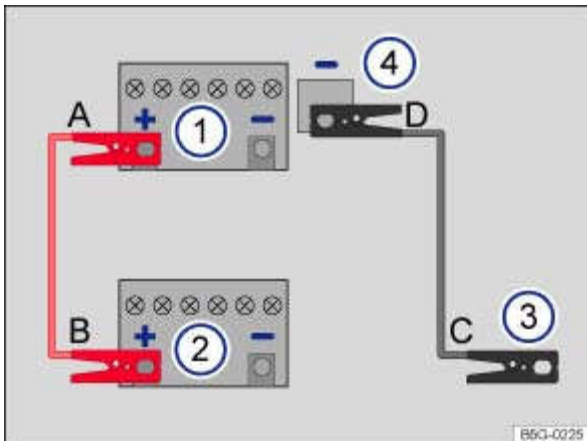
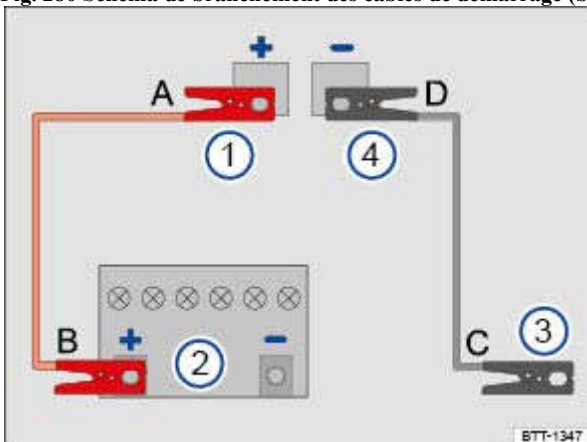

Fig. 280 Schéma de branchement des câbles de démarrage (batterie dans le compartiment-moteur)
Fig. 281 Schéma de branchement des câbles de démarrage (batterie dans le coffre à bagages)
Légende concernant la → Fig. 280 et la → Fig. 281 :
Respectez l'ordre de branchement des câbles de démarrage **A – B – C – D** → Fig. 280 .
- Raccordez une extrémité du câble de démarrage *rouge* à la borne positive + du véhicule dont la batterie → Fig. 280 ① est déchargée →  .
- Raccordez l'autre extrémité du câble de démarrage *rouge* à la borne positive (+) de la batterie fournissant le courant → Fig. 280 ②.
- Branchez une extrémité du câble de démarrage *noir* → Fig. 280 ③ de préférence sur une prise de démarrage de fortune (raccord à la masse) ; sinon raccordez-la à l'œillet de remorquage avant vissé, à une pièce métallique épaisse fermement vissée sur le bloc-moteur ou au bloc-moteur lui-même.
- Sur le véhicule dont la batterie est déchargée, raccordez l'autre extrémité du câble de démarrage *noir* → Fig. 280 ④ de préférence à la prise de démarrage de fortune (raccord à la masse) → Prise de démarrage de fortune (raccord à la masse) , sinon raccordez-la à l'œillet de remorquage avant vissé → Remorquage et démarrage par remorquage , à une pièce métallique épaisse fermement vissée sur le bloc moteur ou au bloc moteur lui-même →  .
Respectez l'ordre de branchement des câbles de démarrage **A – B – C – D** → Fig. 281 .
- Raccordez une extrémité du câble de démarrage *rouge* à la prise de démarrage de fortune (borne positive) (+) du véhicule dont la batterie est déchargée → Fig. 281 ① →  .
- Raccordez l'autre extrémité du câble de démarrage *rouge* à la borne positive (+) de la batterie fournissant le courant → Fig. 281 ②.
- Branchez une extrémité du câble de démarrage *noir* → Fig. 281 ③ de préférence sur une prise de démarrage de fortune (raccord à la masse) ; sinon raccordez-la à l'œillet de remorquage avant vissé, à une pièce métallique épaisse fermement vissée sur le bloc-moteur ou au bloc-moteur lui-même.
- Sur le véhicule dont la batterie est déchargée, raccordez l'autre extrémité du câble de démarrage *noir* → Fig. 281 ④ de préférence à la prise de démarrage de fortune (raccord à la masse) → Prise de démarrage de fortune (raccord à la masse) , sinon raccordez-la à l'œillet de remorquage avant vissé → Remorquage et démarrage par remorquage , à une pièce métallique épaisse fermement vissée sur le bloc moteur ou au bloc moteur lui-même →  .
- Les moteurs tournant, débranchez les câbles de démarrage uniquement dans l'ordre **D – C – B – A** → Fig. 280 ou → Fig. 281 .